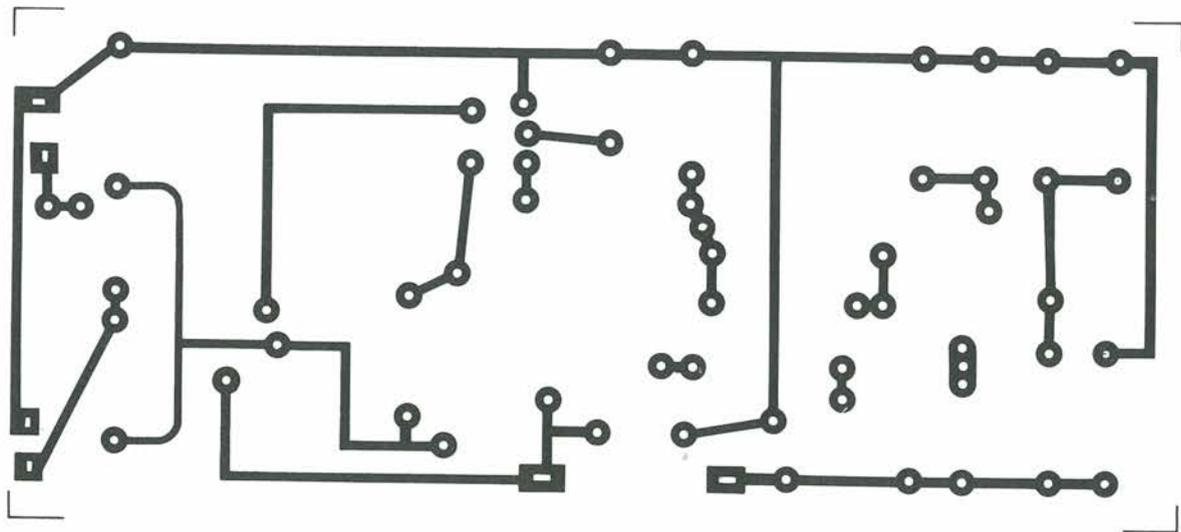
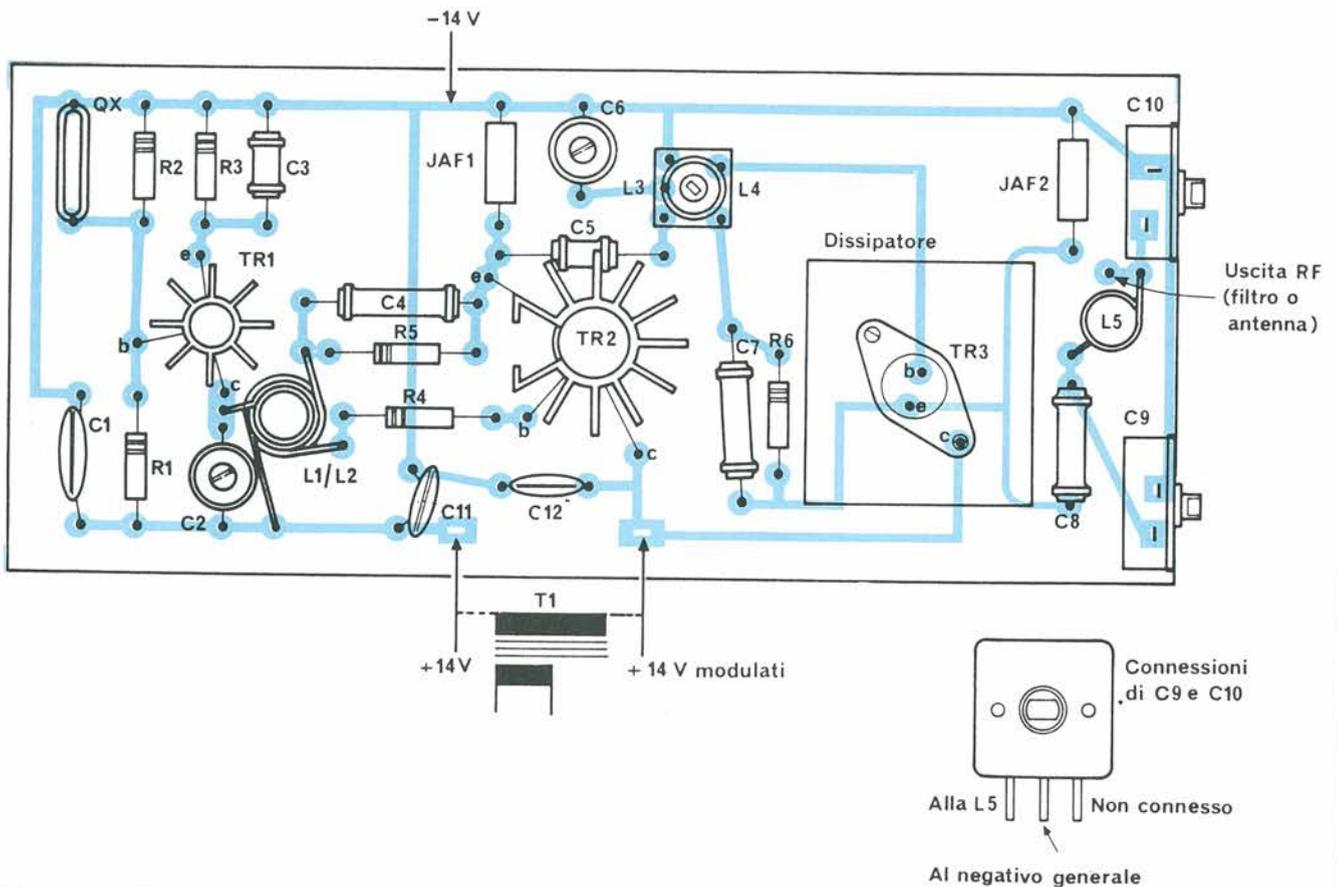

Figura 2. Circuito stampato visto dal lato rame in grandezza naturale.
Figura 2a. Schema pratico di montaggio del trasmettitore per CB.
*Per la costruzione, potrai fare uso dello stampato di figura 2, riferendoti al piano di montaggio di figura 2a.*